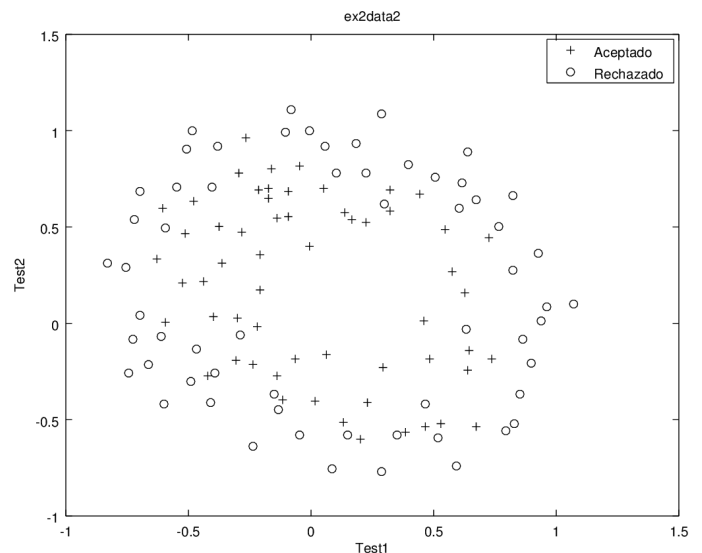

Figura 1. Resultado de la aceptación de microchips
- c) Como se puede comprobar en la Figura 1, los puntos no son separables linealmente. Una solución es crear más atributos mediante la función `mapFeature.m`, que mapea los atributos en términos polinomiales de x_1 y x_2 hasta la sexta potencia ($x_1, x_2, x_1^2, x_2^2, x_1*x_2, x_1*x_2^2, \dots$) y devuelve una matriz con 28 atributos, permitiendo de esta manera obtener una frontera de decisión mucho más compleja que se pueda adaptar mejor a los puntos. Implementar en el programa principal una regresión logística sin regularización con los datos mapeados con 28 atributos y evaluar el modelo mediante hold-out. Debe imprimir en la pantalla la tasa de acierto para el conjunto de training y para el conjunto de test y debe dibujar la frontera de decisión. ¿Por qué no funciona la regresión logística? Responda brevemente.